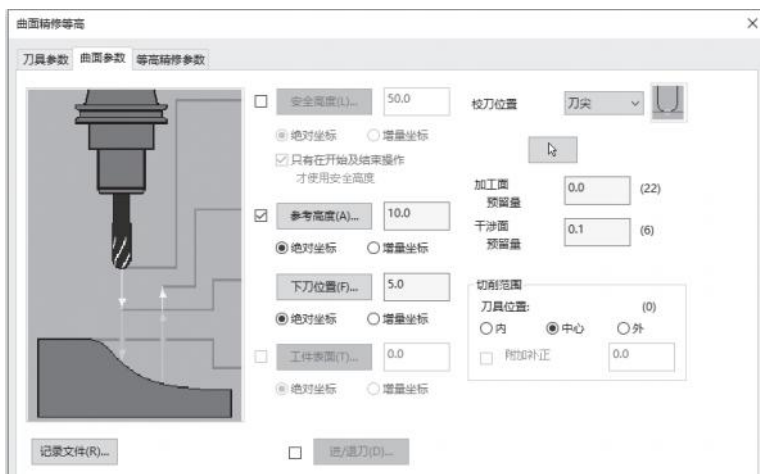

图 9-45 曲面参数设置
3) 打开【曲面参数】选项卡，勾选【参考高度】并设置为 10.0mm，【下刀位置】为 5.0mm。选择所有【绝对坐标】选项，设置【加工面预留量】为 0.0mm，【干涉面预留量】为 0.1mm，如图 9-45 所示。